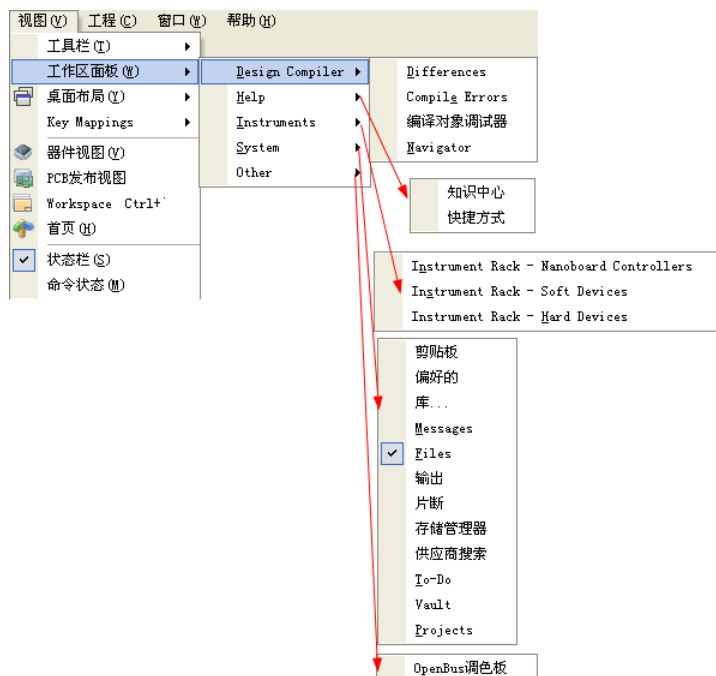

图 1-11 “工作区面板”命令子菜单
- (2) “工作区面板”命令：用于控制工作面板的打开与关闭，其子菜单如图 1-11 所示。